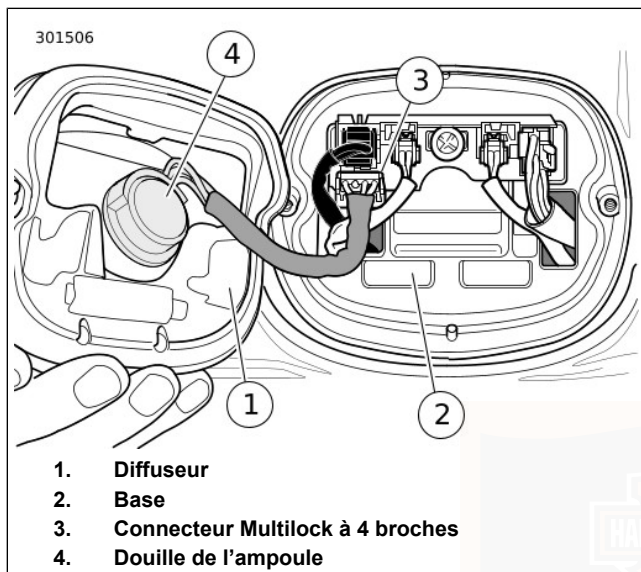

Figure 46. Ensemble du feu arrière
1. Voir Figure 46. Mettre l'interrupteur d'allumage en position arrêt (OFF).